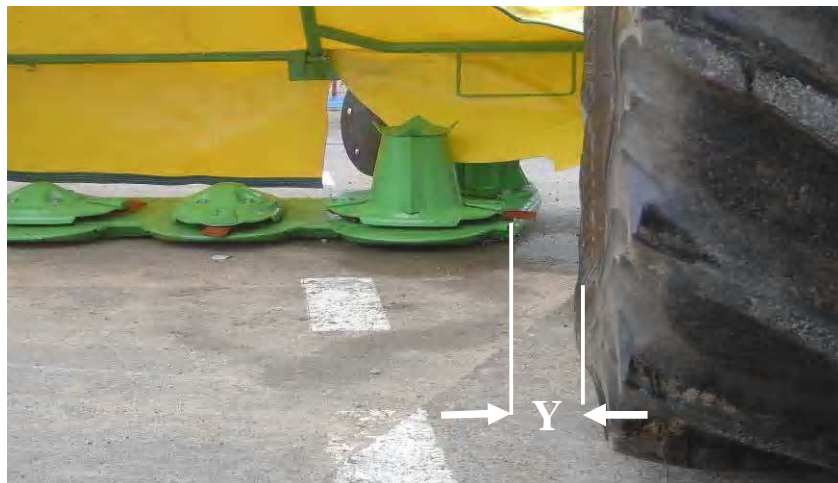

Рис. 10. Боковая установка косилки относительно трактора.
- в зависимости от типа трактора, косилку следует навешивать на трехточечную систему навески таким образом, чтобы размер **Y** (рис.10), т.е. расстояние между внутренним режущим диском и шинами трактора составлял от 0 до 10 см.